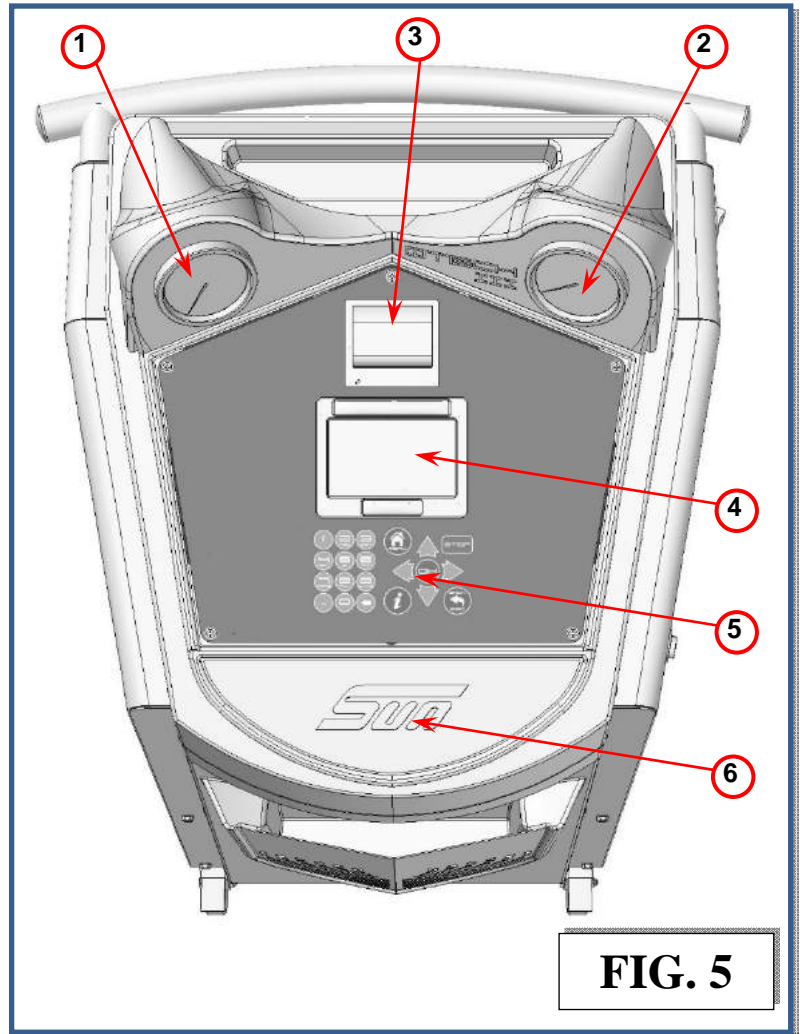

FIG. 5
Zie Fig.5 :
Enkel indien de machine voorzien is van een LED Licht (ref 6, Fig.5)